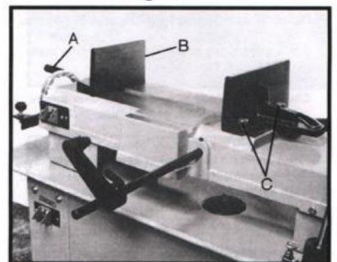

Fig. 9
1. Verwijder de boutconstructies (C. Afb. 9)